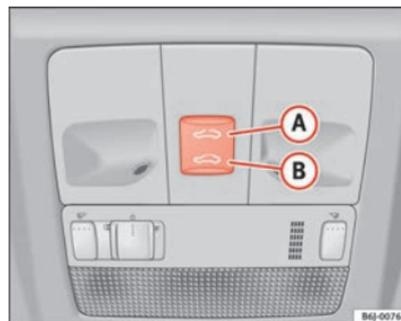

Abb. 54 Panoramadach / Ausstelldach
- Wird der Taster **(B)** ⇒ Abb. 54 ⇒ **(A)** betätigt und gedrückt gehalten, führt das Dach die Schließbewegung aus, bis der Taster wieder losgelassen wird.